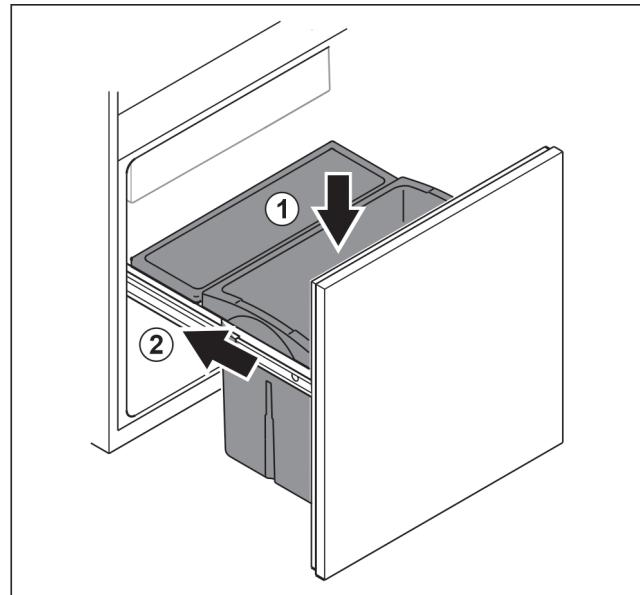

Fig. 98
- Introduceți sertarul de sus. Fig. 98 (1)
- Inserați căruciorul de extragere. Fig. 98 (2)